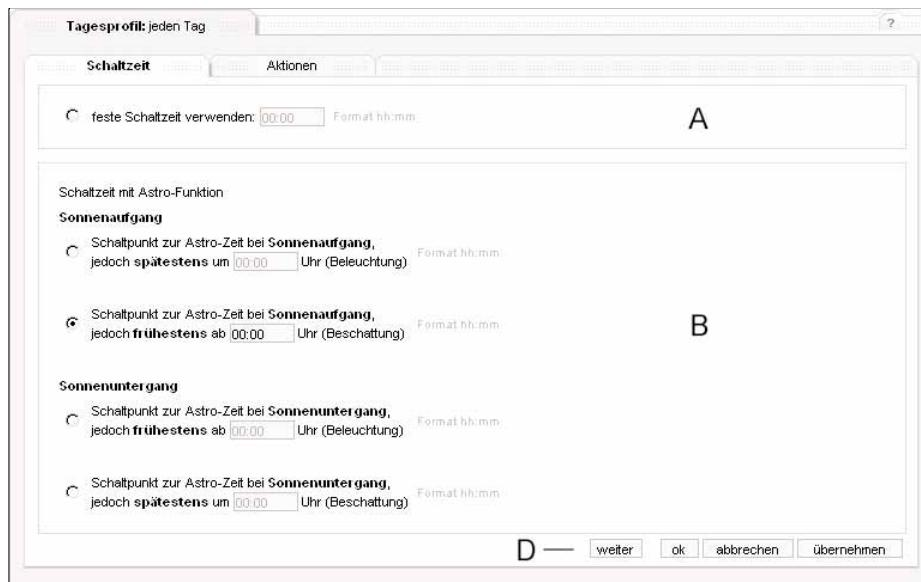

Bild 51: Ansicht zum Bearbeiten einer Schaltzeit
- Ansicht 'Schaltzeit' für ein Tagesprofil Jahresplaner (Bild 51)